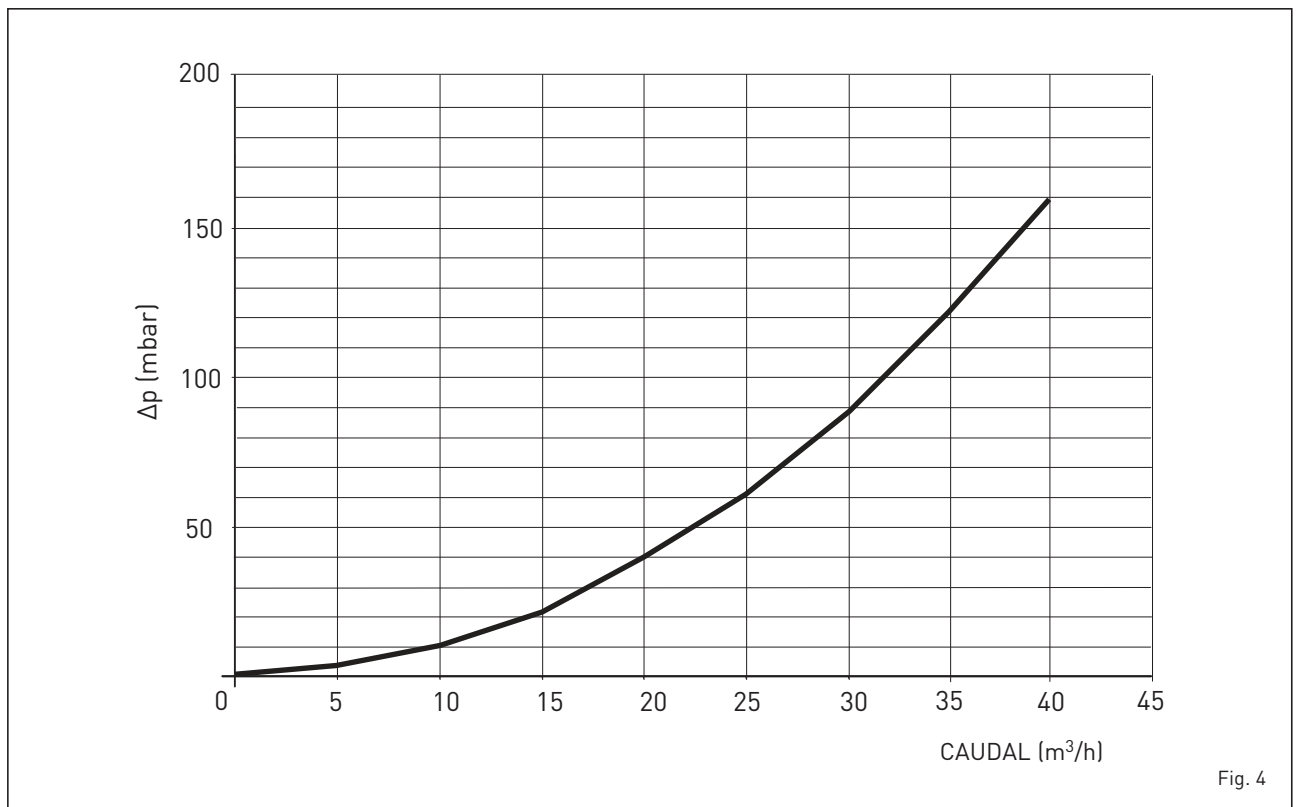

Fig. 4
1.7 PÉRDIDAS DE CARGA DEL COMPENSADOR HIDRÁULICO SUMINISTRADO BAJO PETICIÓN EN EL KIT CÓD. 8101552/53 (fig. 4)